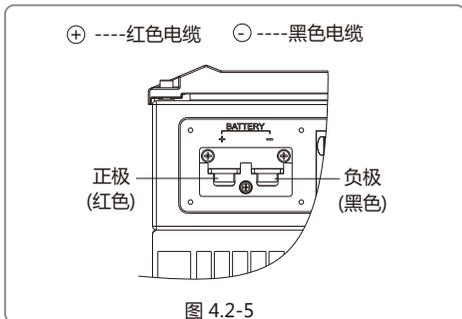

图 4.2-5
- (7) 把电池接线端子接入逆变器端对应的槽位并用螺丝刀或扳手拧紧（建议：扭力为50~70kg·f.cm），然后用附件包内的盘头螺丝锁紧电池防护盖，如图4.2-5、4.2-6、4.2-7。
- (8) 再次拧紧螺帽。